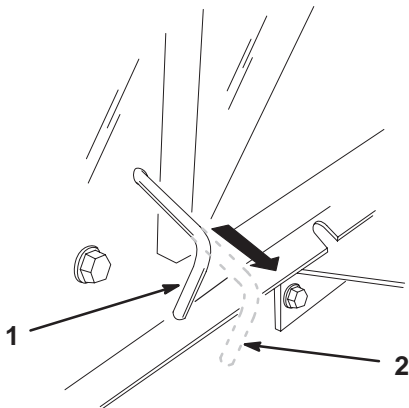

Figure 14
Remarque : Cela a pour effet de débrayer la transmission et de permettre aux roues de tourner librement (Fig. 14).
2. Poussez la commande de transmission en position de fonctionnement (Fig. 14) pour embrayer la transmission.